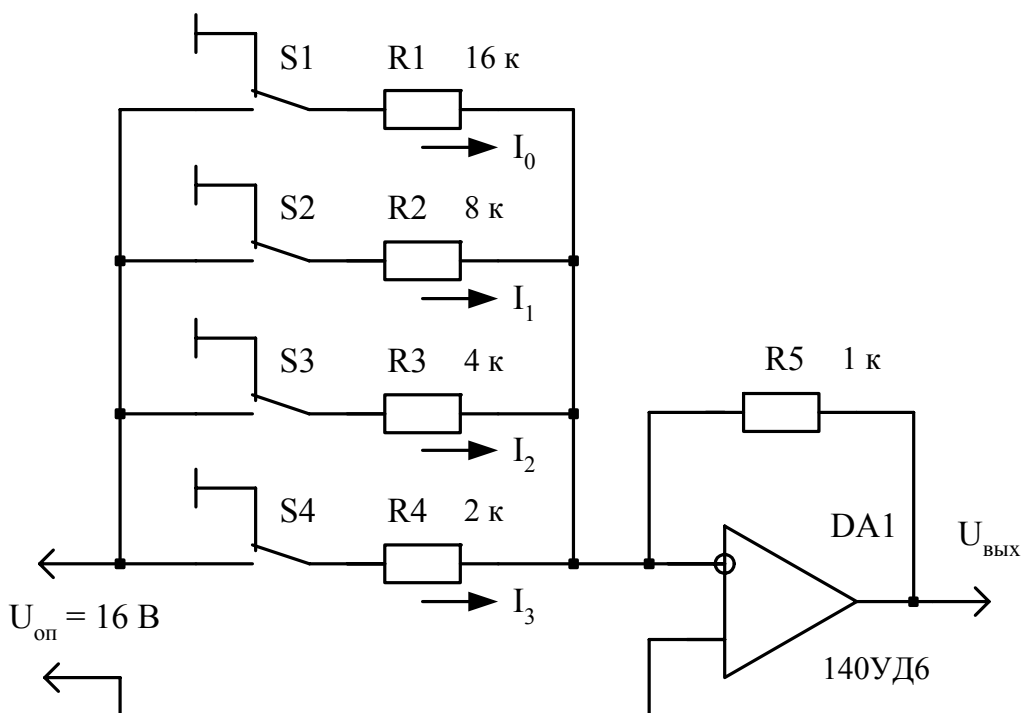

Рис. 5.2. ЦАП с матрицей с двоично-взвешанными по номиналу резисторами
- резистивная матрица с двоично-взвешенными по номиналу резисторами (рис.5.2);
Изучить схему 4-разрядного ЦАП (рис.5.2).